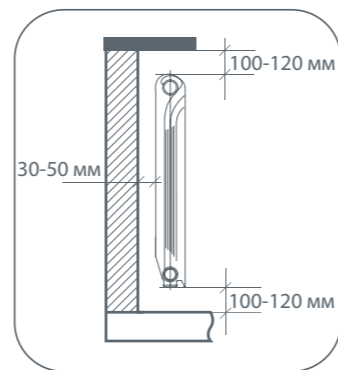

рис. 1
**1.** Для эффективной работы радиатора необходимо соблюдать монтажные расстояния, указанные на рис.1